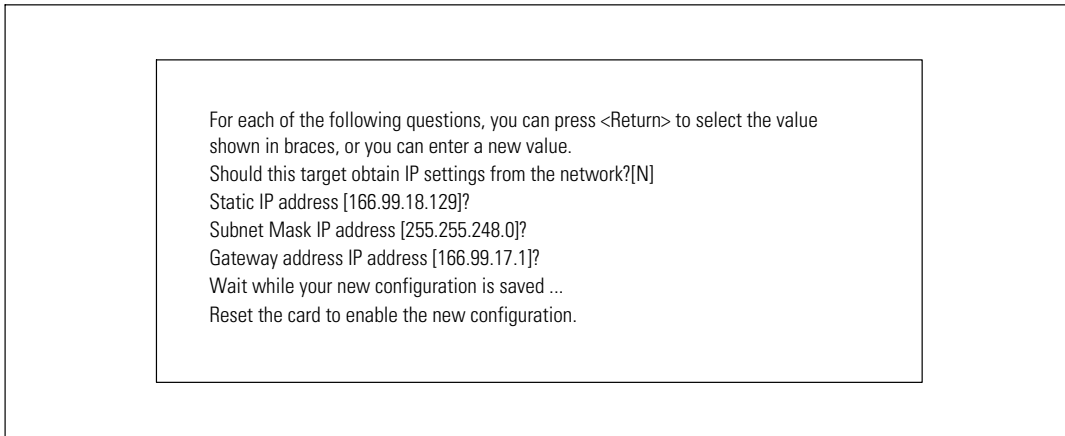

図 42. ネットワーク設定の変更
- **Modify Network settings** : 既存のネットワークパラメータの修正方法（図 42を参照）。新しいパラメータをアクティブにするには、カードを再起動します。DHCPモードでは、カードがDHCP サーバー設定に従い、以下のパラメータを受信することができます：